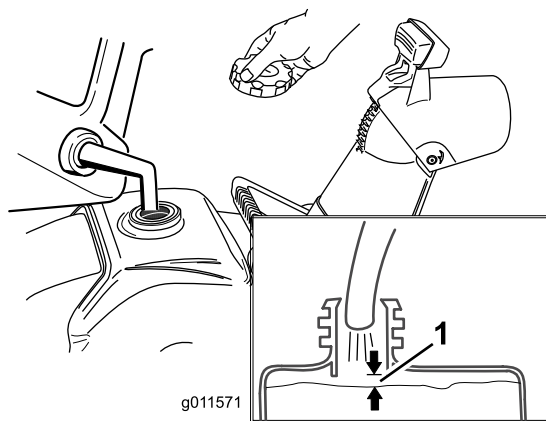

Figure 13
1. Veillez à ne pas remplir excessivement le réservoir de carburant (voir Figure 13) et vérifiez que le bouchon est bien serré.